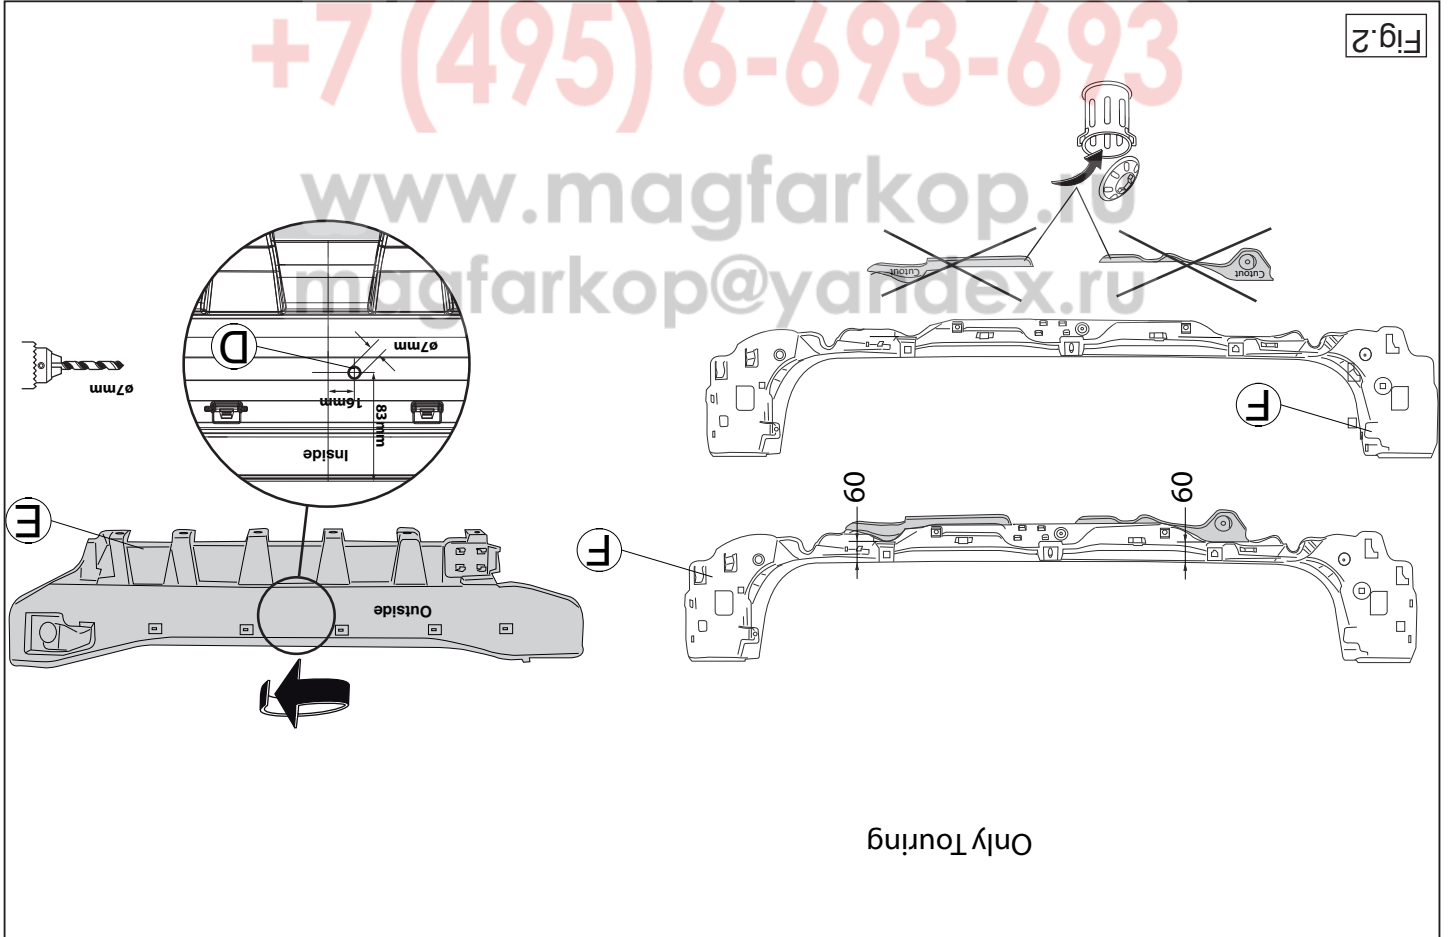

Fig.2
11. Boor overeenkomstig fig. 2 en 3 het gat D  $\varnothing$ 7mm.
7. For **Touring** drive vehicles, the following applies: Saw out the indicated sections from figure 2. Attach part F.
11. Drill the hole D  $\varnothing 7\text{mm}$  as shown in fig.2 and 3.
7. Für **Touring** Fahrzeuge gilt: Gemäß Abb. 2 die angegebenen Teile abschneiden. Teil F wieder montieren.
11. Gemäß der Abb. 2 und 3 das Loch D  $\varnothing 7\text{ mm}$  bohren.
7. Pour les **Touring** à quatre roues motrices : Découper les parties indi-quées conformément à la figure 2. Monter la partie F.
11. Percer conformément à la fig. 2 et 32 a le trou D de ø7mm.
11. Borra hålet D  $\varnothing 7\text{mm}$  enligt fig.2 och 3.
11. Bør ifølge fig. 2 og 3 huller D ø7mm.